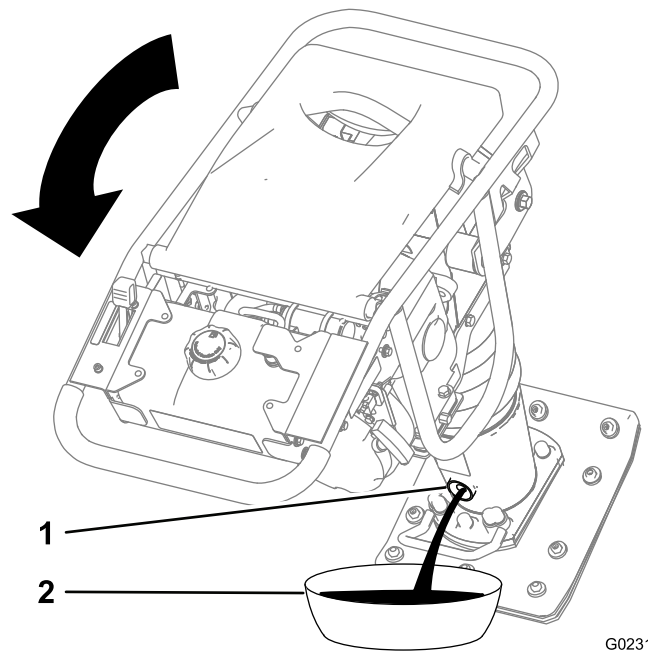

Figura 21
4. Inclíne la máquina de manera que la mirilla de aceite esté orientada hacia abajo para asegurarse de que el aceite se drene completamente (Figura 21).
5. Coloque un recipiente debajo de la mirilla de aceite (Figura 21).
6. Retire la mirilla (Figura 21).
7. Drene el aceite por el orificio de la carcasa (Figura 21).